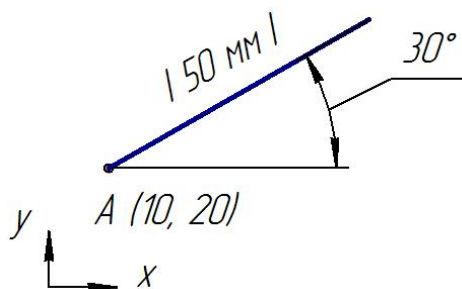

Рис.1.14. Построение отрезка
- Подведите курсор к точке **A** (рис. 1.14) и после срабатывания привязки «Ближайшая точка» щелкните на ней ЛКМ.